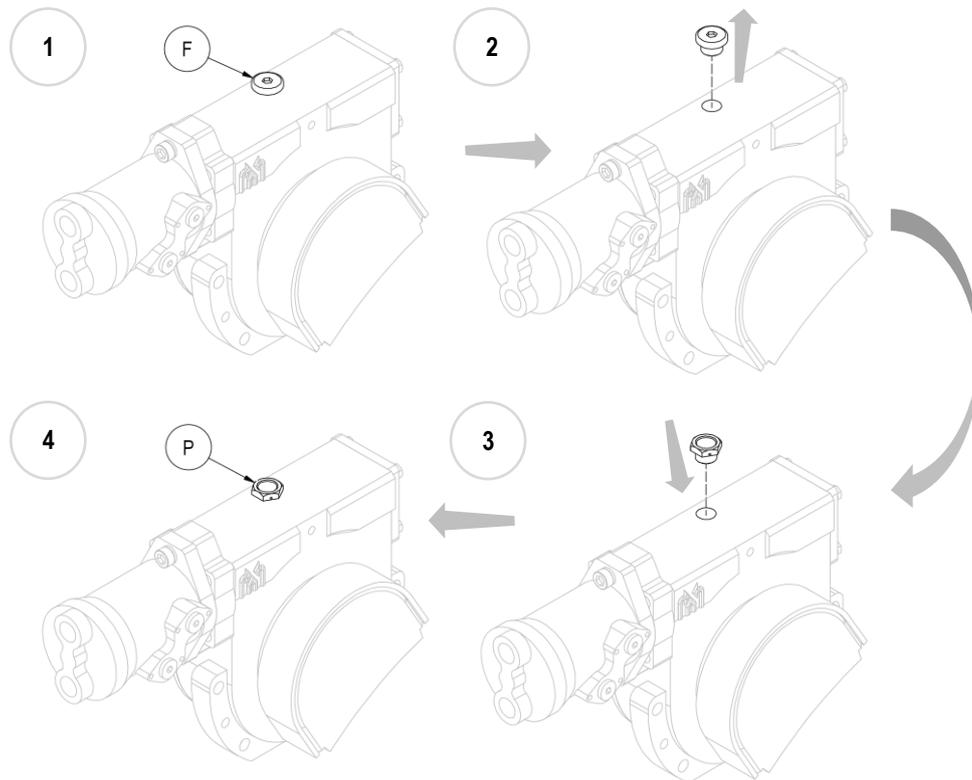

Figure 7
10. **N.B.** Une fois que l'équipement a été monté, remplacer le bouchon de remplissage d'huile en fer (F) par celui en plastique fourni (P), doté d'un évent (voir *Figure 7*).